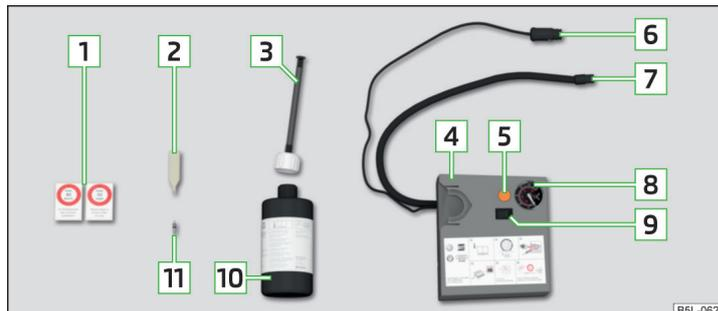

Fig. 186 Raffigurazione di principio: componenti del kit per riparazioni
## Componenti del kit » fig. 186
- Incollare l'etichetta corrispondente **1** » fig. 186 a pag. 178 sulla plancia, nel campo visivo del conducente.
- Agitare vigorosamente per qualche volta la bombola di riempimento del pneumatico **10** » fig. 186 a pag. 178.
- Avvitare saldamente sulla valvola il tubo flessibile di gonfiaggio del pneumatico **7** » fig. 186 a pag. 178 del compressore.